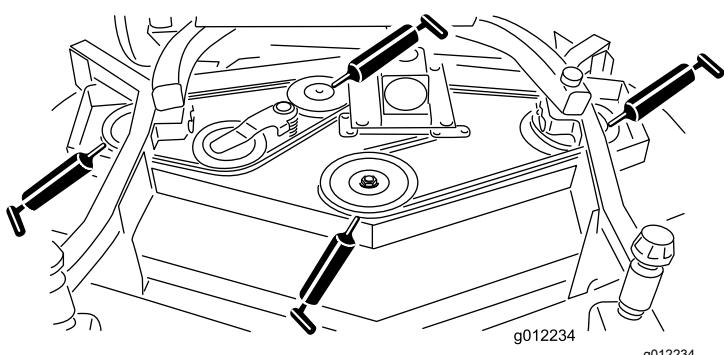

図 16
- スピンドルのシャフトのベアリング3ヶ所 プーリの下(図 16)
- アイドラーームのシャフトのベアリング(図 16)